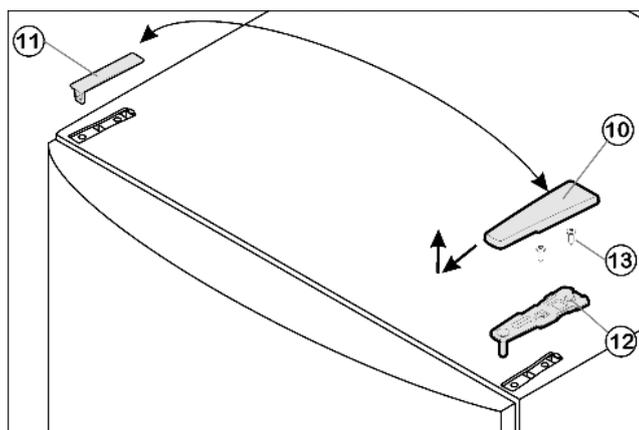

Fig. 4
- ▶ Потяните крышку Fig. 4 (10) вперед и вверх.
- ▶ Снимите крышку Fig. 4 (11).
- ▶ Открутите верхний опорный кронштейн Fig. 4 (12) (2 шт. Torx® 25) Fig. 4 (13) и вытяните вверх.
- ▶ Установите верхний опорный кронштейн Fig. 4 (12) на новой стороне шарнира и защелкните в дверце.
- ▶ Прикрутите верхний опорный кронштейн Fig. 4 (12) (с моментом 4 Нм) (2 шт. Torx® 25) Fig. 4 (13). При необходимости проделайте отверстия или используйте аккумуляторную отвертку.
- ▶ Защёлкните крышку Fig. 4 (10) и крышку Fig. 4 (11) на противоположной стороне.